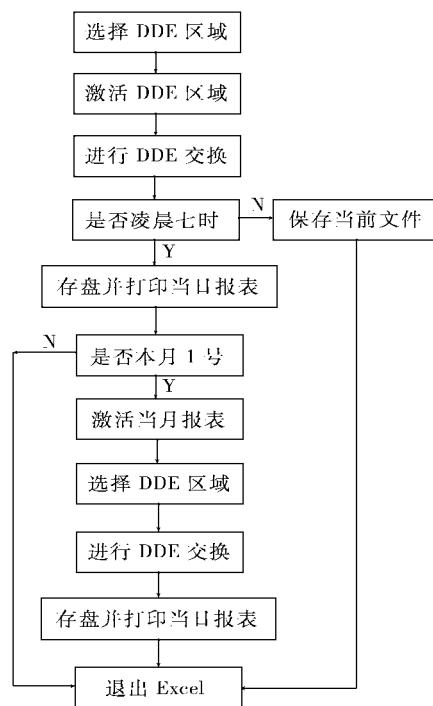

图 1 程序流程
② macro(): 分别激活当日报表和当月报表,进行所需的 DDE 动态数据交换,并适时的进行打印、存盘等操作。程序流程如图 1: